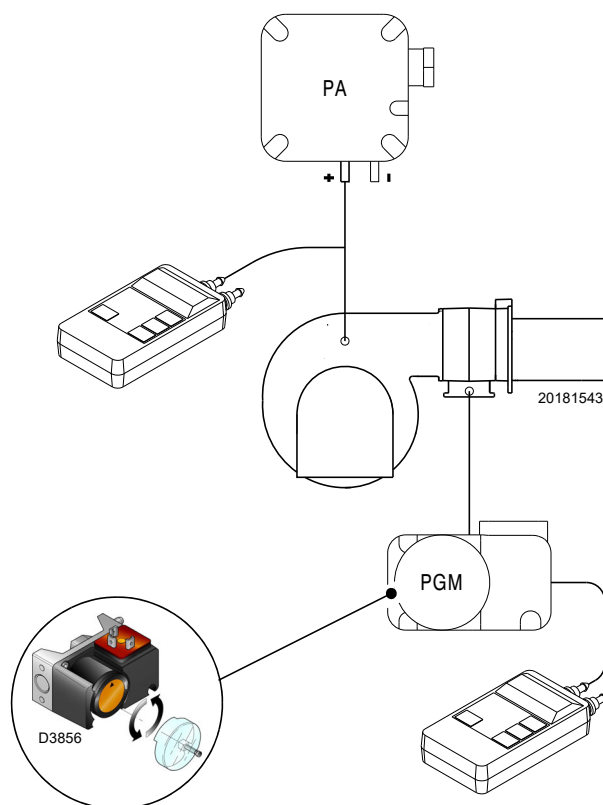

Fig. 30
- Regular el presostato gas de máxima (Fig. 30 a pág. 35) al final de la escala.
Después de haber efectuado todas las demás regulaciones del quemador, con el presostato gas de máxima regulado al final de la escala, efectuar la regulación del presostato gas de máxima, (Fig. 30).